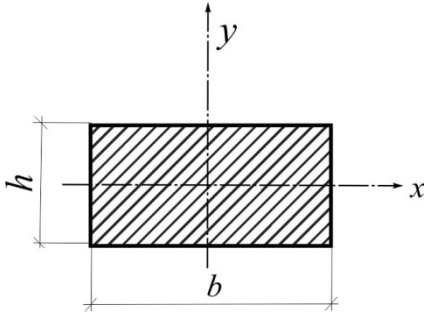

Рис.3.45
3.45. В системе осей  $x, y$  определить точки, каждая из которых обладает тем свойством, что две любые взаимно перпендикулярные оси, пересекающиеся в этой точке, являются главными осями инерции заданной фигуры (рис.3.45).